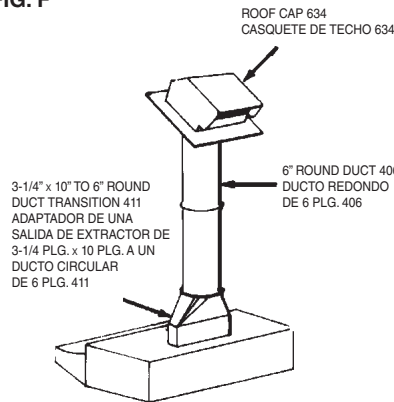

FIG. 1
2. Retire la cubierta de la caja de cableado. (FIG. 1) Bajo la cubierta encontrará: